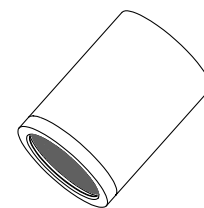

Fig. 6d
4. The installation is complete (Fig. 6d).
4. L'installation est terminée (Fig. 6d).